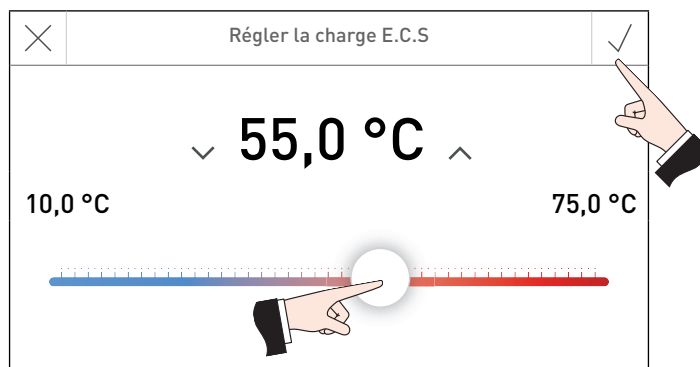

Fig. 8
Quand on appuie sur la touche de raccourci « Charge E.C.S. » (9), une charge d'eau chaude unique peut être démarrée alors que la production d'eau chaude est arrêtée (suivant programme E.C.S.). En appuyant sur la touche et en faisant glisser le curseur (Fig. 8), on peut régler la température. Description de la fonction, voir 2.5.3.